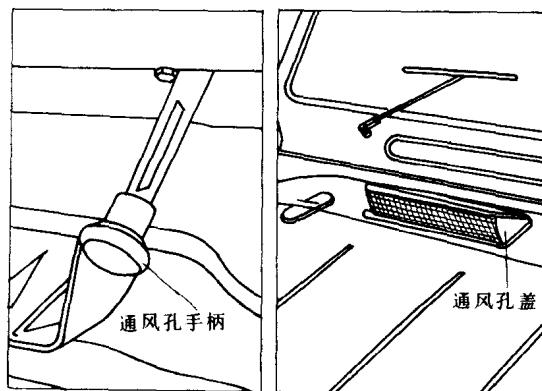

图 1-14 通风孔手柄
11. 通风孔手柄(图 1-14) 在仪表板下面,用来调节通风孔盖的开度,以便控制冬季取暖、夏季通风用的空气流量。向外拉手柄,开度增大;向里推手柄,开度减小。